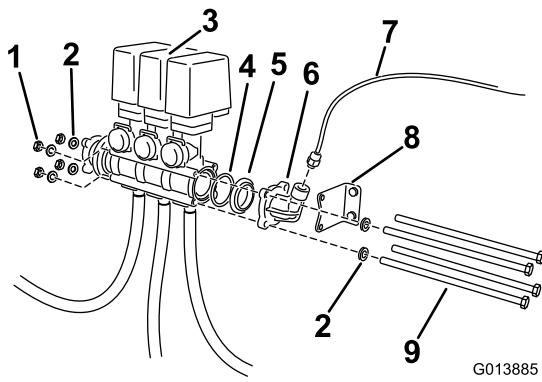

Figure 5
3. Desserrez les longs boulons et les fixations du bloc de vannes (Figure 5).
4. Déposez la prise de manomètre et l'adaptateur mâle à mâle (Figure 5).